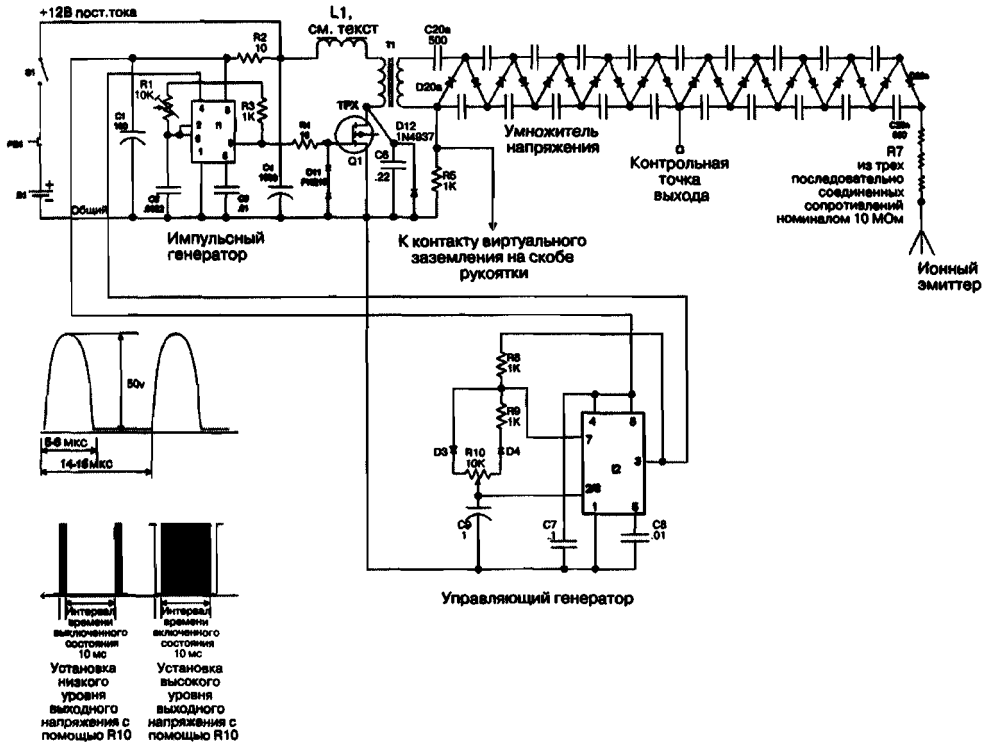

Рис. 22.2. Принципиальная схема ионного лучевого пистолета
Вашему ионному лучевому пистолету потребуется высокое напряжение постоянного тока при очень малом токе нагрузки. Первичный источник напряжения, показанный на рис. 22.2, вырабатывает более 600 мкК (600 мкА/с). Это очень большое количество зарядов частиц-ионов, и его достаточно для нанесения удара на расстоянии, заряжания предметов, а также выполнения массы необычных электрических экспериментов. Хотя ток небольшой, случайный контакт с устройством может вызвать безвредный, но болезненный удар.
Выходное напряжение запускающего генератора вырабатывается умножителем напряжения Кокрофта Валтона с 4–10 каскадами умножения. Схема умножителя напряжения названа по имени ученого, который изобрел наиболее популярную схему источника высокого напряжения. Она была использована в первом ускорителе ядерных частиц на заре атомной эры – в тридцатых годах двадцатого столетия. В схеме (см. рис. 22.2) используется 10 каскадов умножения, а в другой подобной схеме (см. рис. 1.2) – 5 каскадов умножения. Количество этих каскадов умножения определяется требуемым высоковольтным напряжением для конкретного устройства. На первую секцию умножителя необходимо подать высокое напряжение повышенной частоты, что обеспечивается трансформатором T1, вырабатывающим на вторичной обмотке высокое напряжение 6–8 кВ частотой около 30 кГц. Этот трансформатор является собственной разработкой фирмы Information Unlimited. По сравнению с вырабатываемой им мощностью это компактный и легкий компонент, так как работает на повышенной частоте 30 кГц.
5. Включите питание и вращением оси резистора R1 настройте его для достижения формы волны (см. рис. 22.2). Искровой разрядник может срабатывать ранее необходимого времени, поэтому его необходимо отрегулировать на величину, соответствующую моменту перед срабатыванием. Обычно это 25–30 кВ.